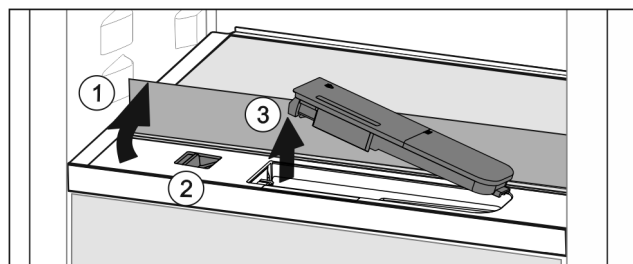

Fig. 41
- ▶ Soulever la tablette et la rabattre vers l'arrière jusqu'à la butée Fig. 41 (1).
- ▶ Pousser le curseur Fig. 41 (2) vers la gauche.
- ▶ Sortir le filtre à eau Fig. 41 (3).